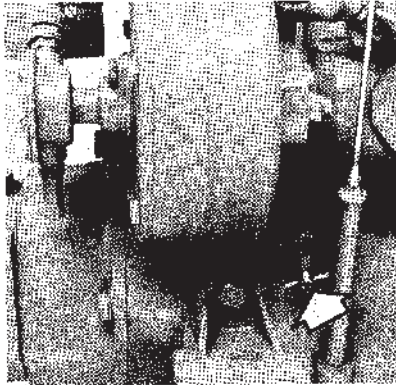

Fig. 25. Robinet de vidange d'eau
- a. Videz complètement l'eau de refroidissement du moteur et du tuyau d'échappement en ouvrant le robinet de vidange sur le côté tribord, voir figure 25. Fermez ensuite ce robinet. Enlevez le bouchon de vidange sous le réducteur (démult. 1,91:1) et vidangez l'eau. Revissez ensuite le bouchon en place.
- f. Videz complètement l'eau de refroidissement du moteur en ouvrant le robinet de vidange indiqué sur la figure 25. **REMARQUE: Le mélange antirouille ne protège pas le moteur des risques de gel.** Si le moteur est